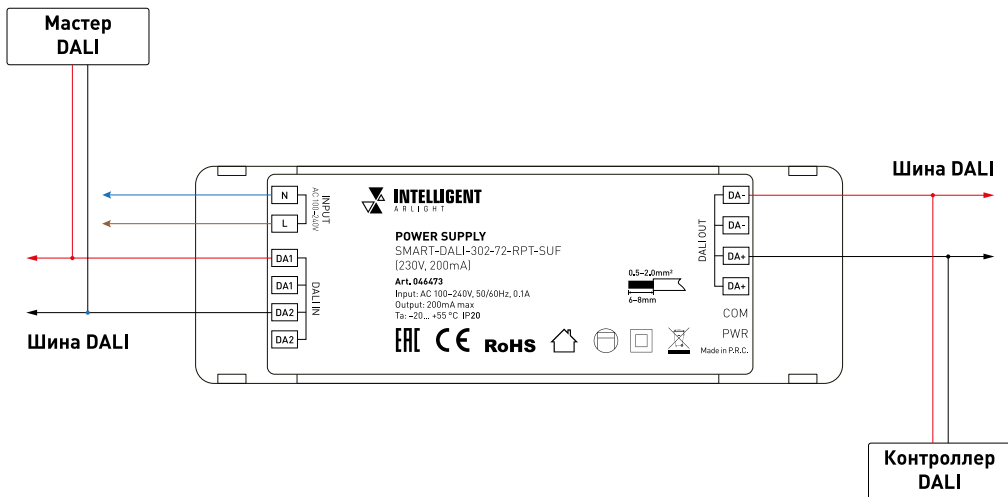

Рис. 1. Схемы подключения блока питания
- 3.2. Подключите источник питания согласно схеме, приведенной на рис. 1.